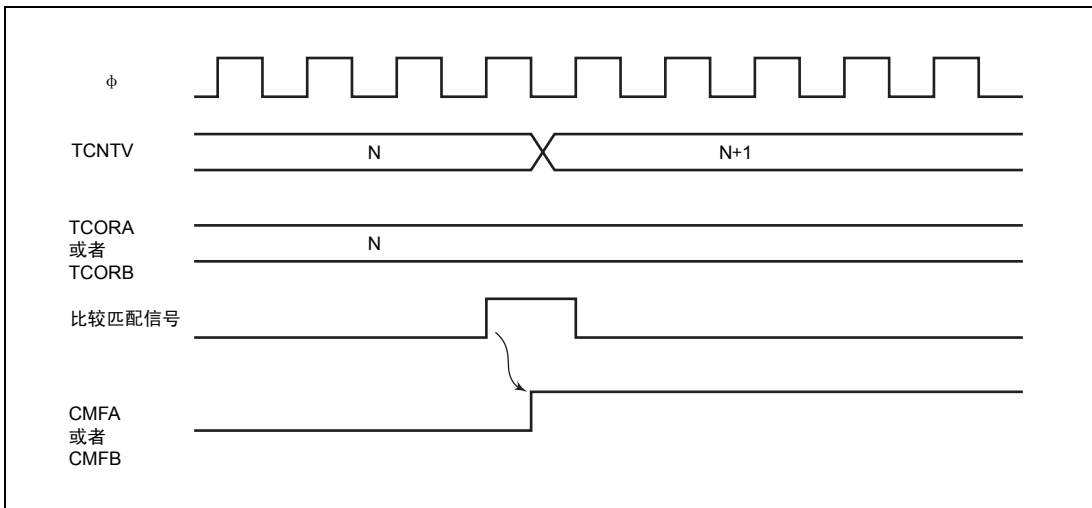

图 11.5 CMFA 和 CMFB 的置位时序
3. TCNTV 不断地和 TCORA、TCORB 比较, 如果相同, TCSR V 的 CMFA 和 CMFB 就都被置 1。比较匹配信号产生在值相同后的最后状态。此时的时序如图 11.5 所示, 如果 TCRV0 的 CMIEA 或者 CMIEB 是 1, 就向 CPU 发出中断请求。